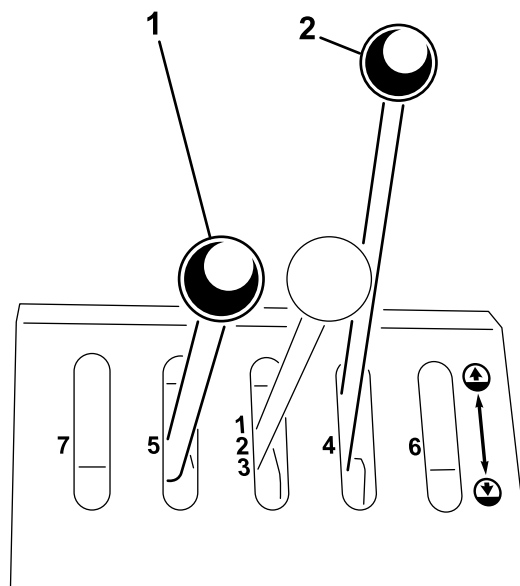

图 11
**注意** 如果正确调整了控制杆控制塔上的杆应位于槽的中央空挡位置 图 11。